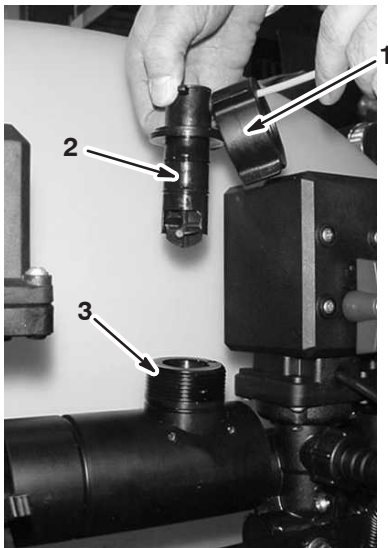

Bild 62
2. Entfernen Sie die Befestigungskappe vom Gehäuse des Durchflussmessers (Bild 62).